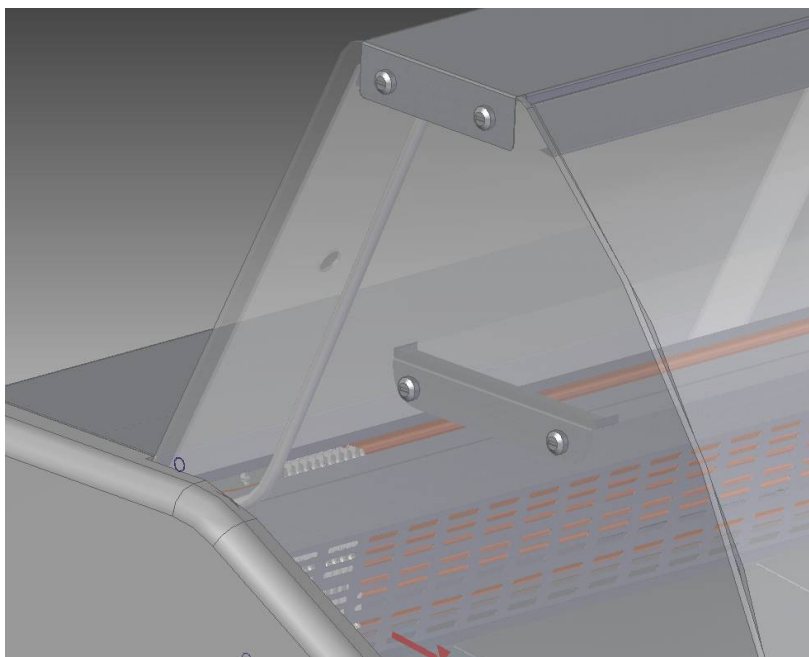

Рисунок 1 – Установка фонаря
1. Установить боковые стекла в стеклодержатели на боковинах витрины. На боковые стекла установить боковые крышки фонаря по отверстиям. Фонарь притягивается к стеклам через боковые крышки пластиковыми винтами М6 (2 шт.), входящими в комплектацию (см.рис.1)